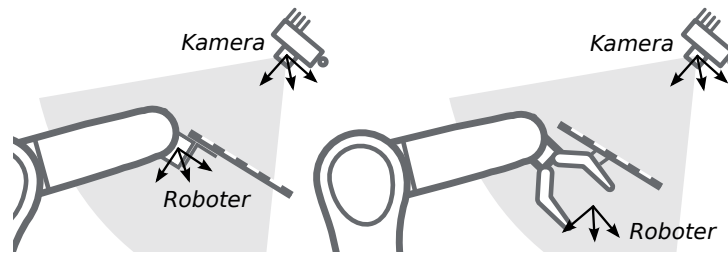

Abb. 6.19: Alternative Montageoptionen für die Befestigung des Kalibrieramusters am Roboter
6.18 und Abb. 6.19 angegeben, angebracht werden.
**Bemerkung:** Für das Modul zur Hand-Auge-Kalibrierung spielt es keine Rolle, wie das Kalibriermuster in Bezug auf das benutzerdefinierte *Roboter*-Koordinatensystem genau angebracht und positioniert wird. Das bedeutet, dass die relative Positionierung des Kalibrierusters zu diesem Koordinatensystem weder bekannt sein muss, noch für die Kalibrierroutine relevant ist (siehe in Abb. 6.19).